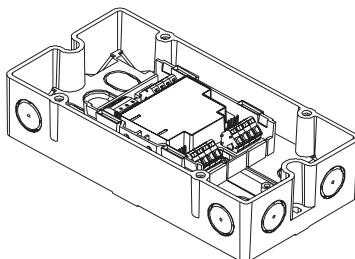

Рис. 3.4.2
- Монтаж вне распределительного щита или блока управления: используйте корпус FDCH221 (рис. 3.4.2).
3. Монтируйте корпус на плоской поверхности двумя винтами (рис. 3.4.2). Расстояние между отверстиями:  $182,0 \pm 1,0$  мм.